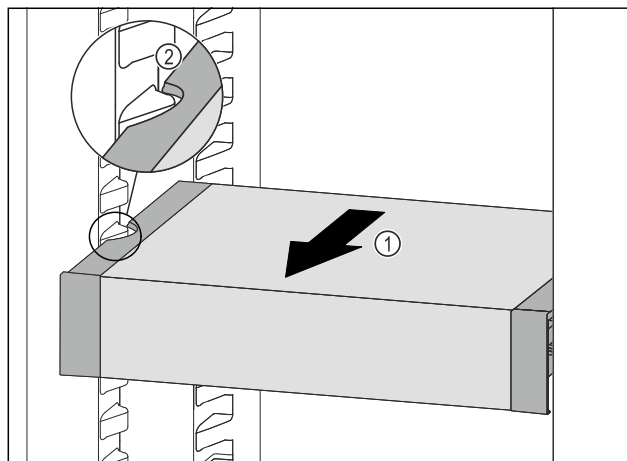

Fig. 108
- ▶ Táhněte VarioSafe dopředu Fig. 108 (1), dokud nebudou boční vybrání VarioSafe na úrovni žebrování na nádoby v chladničce. Fig. 108 (2)